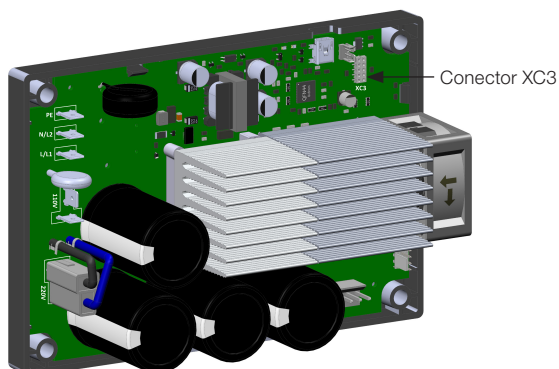

Figura 4.3: Conexão do acessório CRS485 no conector XC3 do ADW300
1. Com o inversor desenergizado conectar o acessório CRS485 no conector XC3 do ADW300 (ver Figura 4.3 na página 79).